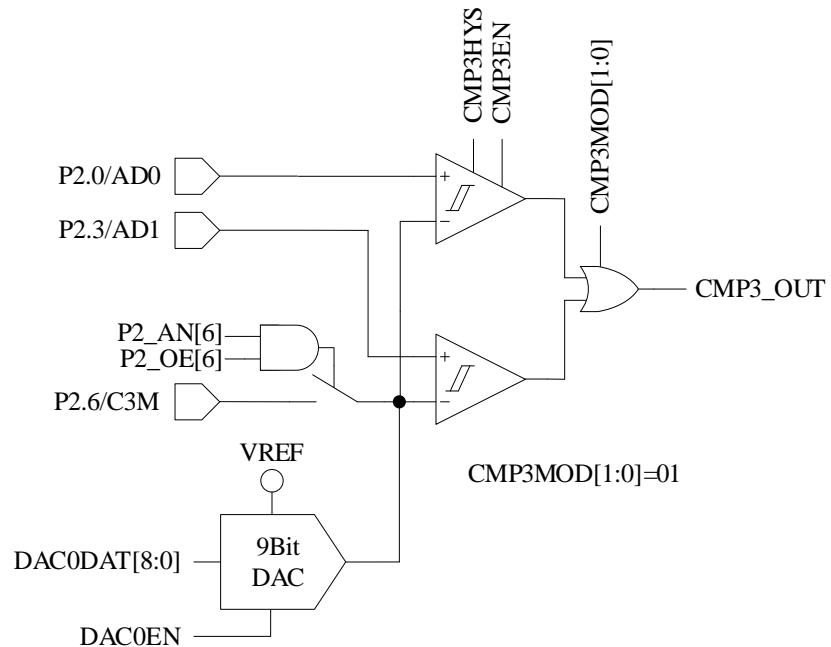

图 29-3 双比较器输入模式
- 配置 $CMP_CR1[CMP3MOD] = 01$ ，CMP3 为双比较器输入模式，具体输入输出端口及接法如图 29-3 所示